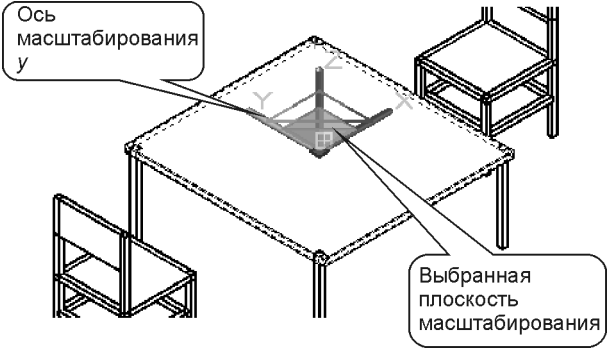

Рис. 6.7. Изменение размеров крышки стола
- 5. Наведите курсор на одну из осей или плоскостей гизмо (рис. 6.7); ее цвет изменится на желтый. Щелкните мышью на желтой плоскости или оси соответственно.